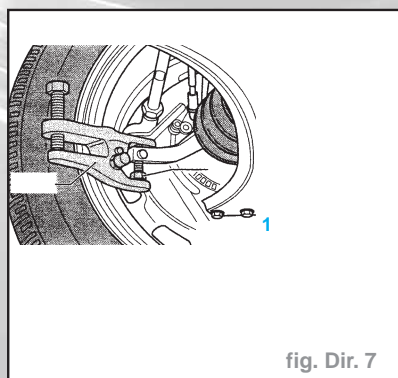

fig. Dir. 7
- Dévisser la vis (1) du joint cardan (fig. Dir. 7).